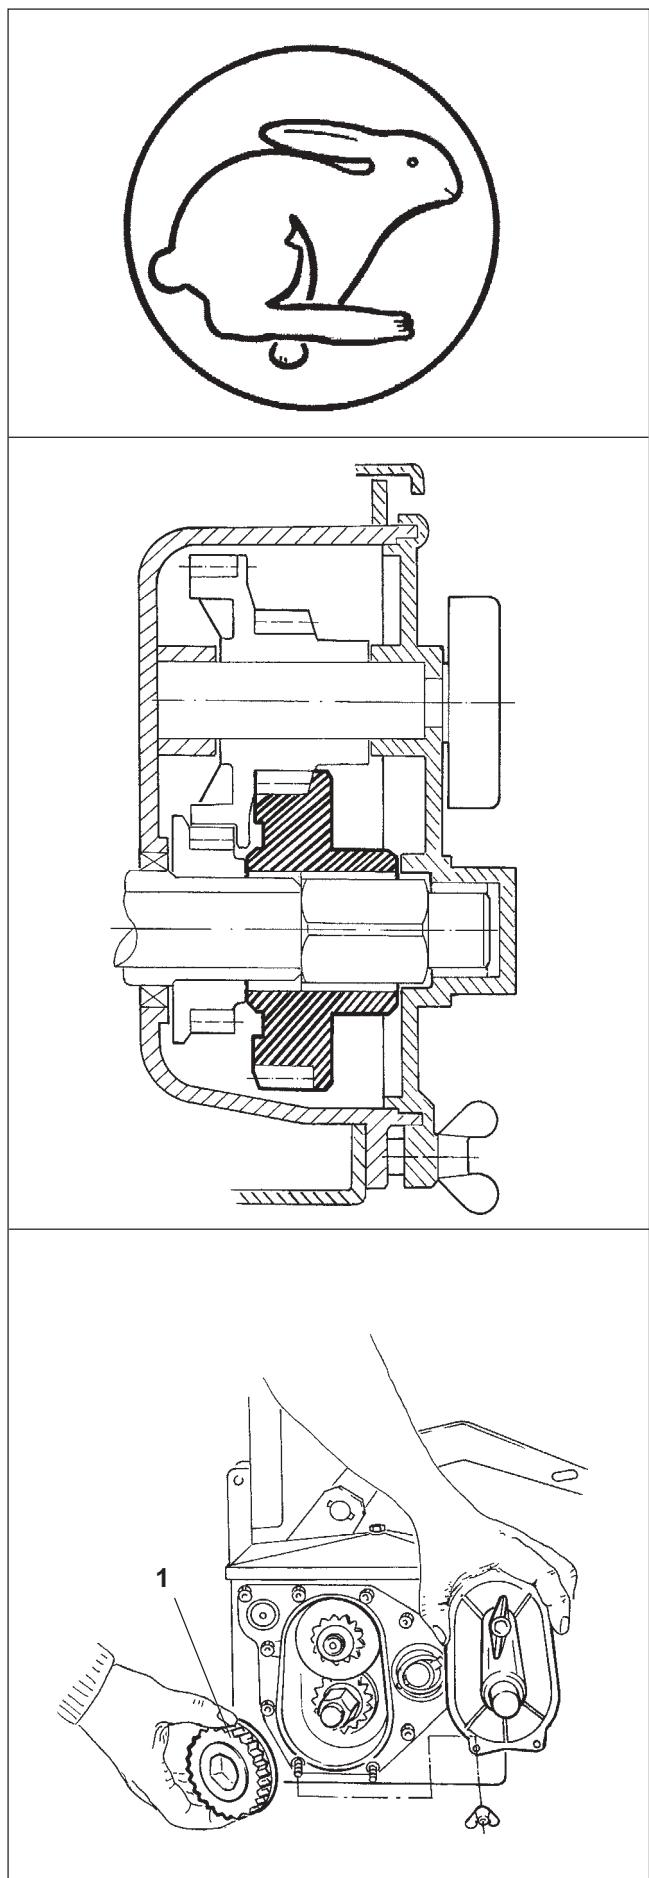

Рис. 7.12
- **быстрая скорость** (см. Рис. 7.12)
- на "быстрой скорости" шестерня зубчатой передачи (Рис. 7.12/1) свободно вращается.